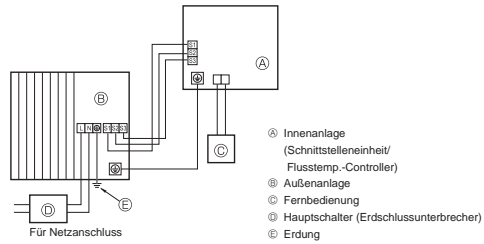
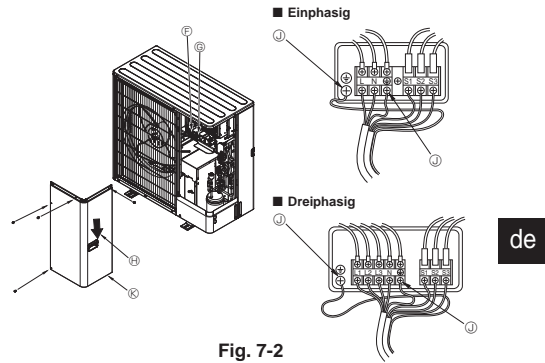

Fig. 7-1
Fig. 7-2
### 7.1. Außenanlage (Fig. 7-1, Fig. 7-2)
- ① Die Bedienungsplatte abnehmen.
- ② Die Kabel gemäß der Fig. 7-1 und der Fig. 7-2 verdrahten.